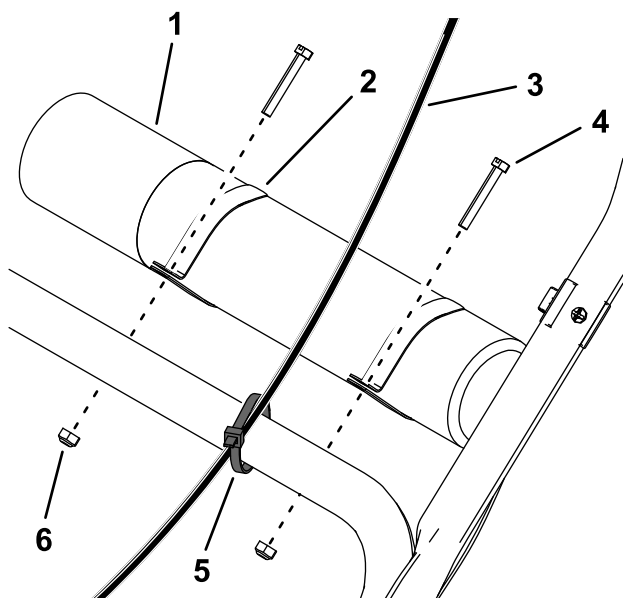

Figura 4
2. Fissate il cavo dell'acceleratore sulla stegola inferiore utilizzando una fascetta per cavi (Figura 4).
3. Fate scorrere i morsetti sul tubo del *Manuale dell'operatore* e montatelo sulla parte superiore della stegola inferiore utilizzando 2 bulloni a testa scanalata e 2 dadi di bloccaggio (Figura 4).